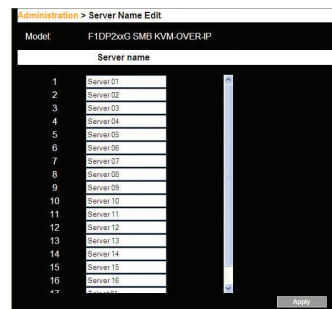

Abb. 17 Switch-Konfiguration
1. Klicken Sie im Menü auf „Server Name Edit“ (Servernamen bearbeiten). Das Konfigurationsfenster des Switches erscheint (s. Abb. 17).